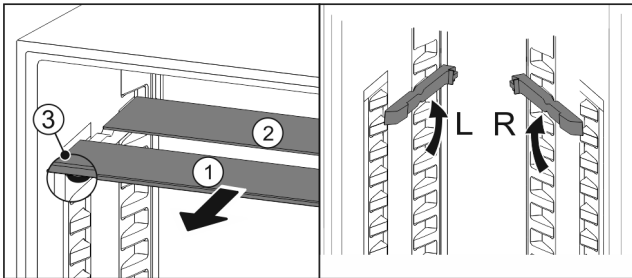

Fig. 78
- ▶ По одной извлеките Fig. 78 (1) стеклянные панели движением вперед.
- ▷ Стеклянная панель Fig. 78 (1) с декоративной планкой лежит спереди.
- ▷ Стопоры Fig. 78 (3) показывают вниз.